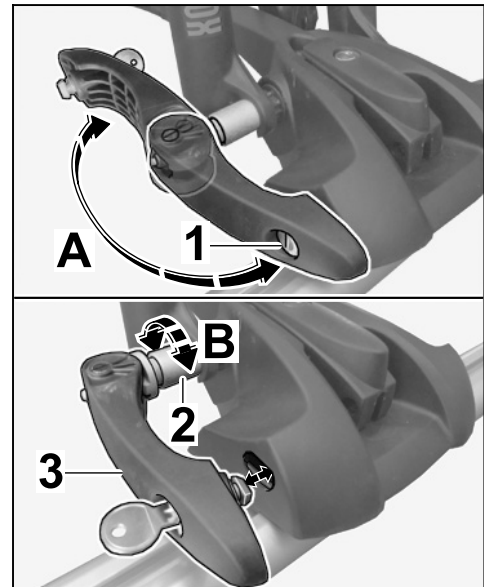

Figura 38
8.3.3 Girar la palanca tensora con cerradura hacia atrás (⇒ *Figura 38-A*).
8.3.4 Si fuera necesario, aflojar un poco el casquillo de ajuste (⇒ *Figura 38-B*).